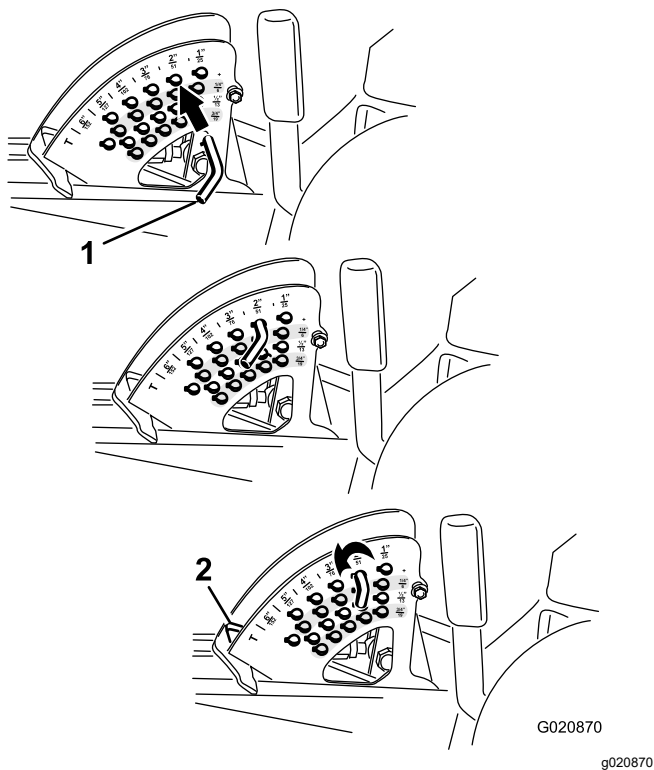

Figure 25
2. Tournez la goupille de butée jusqu'à ce que la goupille cylindrique située à l'intérieur soit en face des trous du support de hauteur de coupe et retirez-la (Figure 25).
3. Placez la goupille dans le trou du support correspondant à la hauteur de coupe voulue et tournez-la pour la verrouiller en place (Figure 25).
**Remarque:** Il y a 4 rangées de trous (Figure 25). La première rangée donne la hauteur de coupe indiquée au-dessus de la goupille. La deuxième rangée donne la hauteur indiquée plus 6 mm. La troisième rangée donne la hauteur indiquée plus 12 mm. La dernière rangée donne la hauteur indiquée plus 18 mm. Un seul trou, situé dans la deuxième rangée, correspond à la hauteur 15,8 cm. Il n'ajoute pas 6 mm à la hauteur de 15,8 cm.